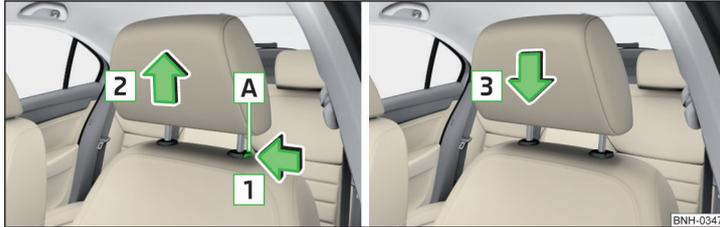

Fig. 72 Extraer / introducir el reposacabezas adelante
- › Para **retirar**, mantener la tecla de seguridad **A** en el sentido de la flecha **1** y retirar el reposacabezas en el sentido de la flecha **2** » fig. 72.